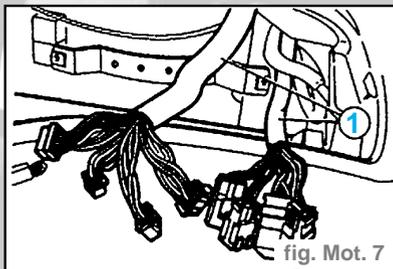

fig. Mot. 7
- Dégager le faisceau de câbles (1) à travers le trou pratiqué dans la cloison entre le compartiment moteur et l'habitacle (fig. Mot. 7).